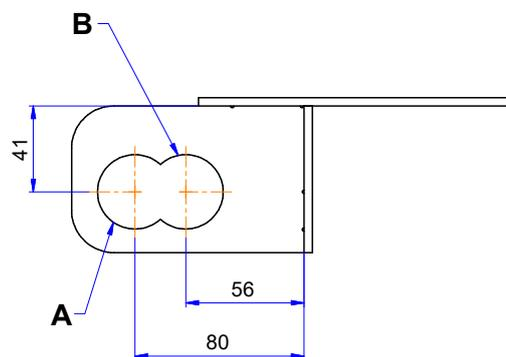

Abb. 31. Montagemöglichkeiten, vorrichtung
6. Montieren Sie die Hubarme an den Ösen der Vorrichtung. Bei Ausstattung der Bordwand mit einem Spritzschutz ist Stellung A zu verwenden, ansonsten Stellung B. Siehe Abb. 31. Benutzen Sie die normalen Führungsbolzen der Stahlbordwand. Messen Sie den entsprechenden Abstand zwischen Hubarm und Ladefläche, wenn eine Montage mit der Montagevorrichtung nicht möglich ist, siehe Abb. 31.